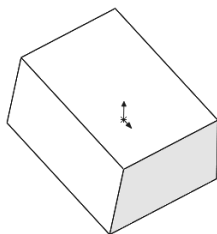

图 6-69 创建的拔模特征
- 06 单击属性管理器中的确定按钮，即完成阶梯拔模特征的创建，如图 6-69 所示。